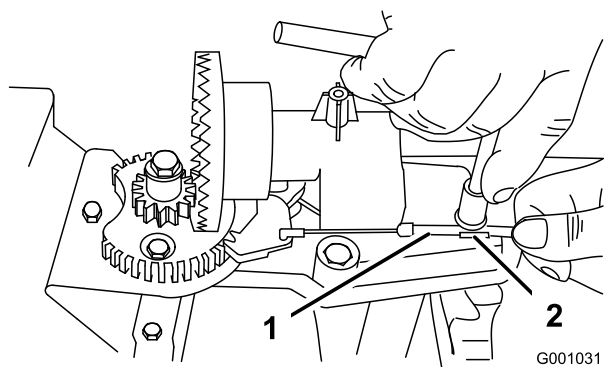
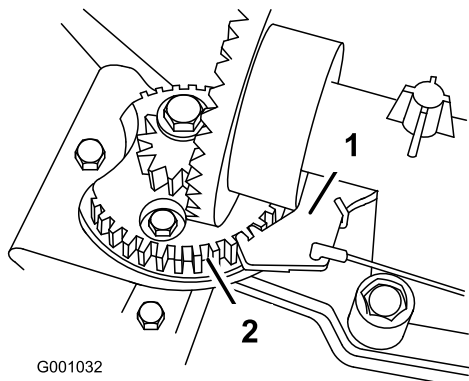

Рисунок 50
Рисунок 51
Ослабьте затяжку болта на хомуте кабеля (Рисунок 50).
3. Захватите кабельный трубопровод и перемещайте его по направлению к передней части машины до тех пор, пока фиксатор желоба не войдет полностью в зацепление с зубчатой передачей редуктора (Рисунок 50 и Рисунок 51).
Примечание: Фиксатор подпружинен, и под действием пружины стремится войти в зацепление с шестерней редуктора (Рисунок 51).